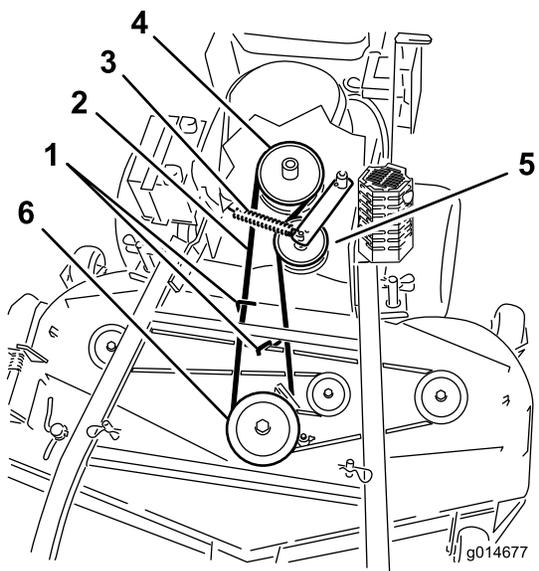
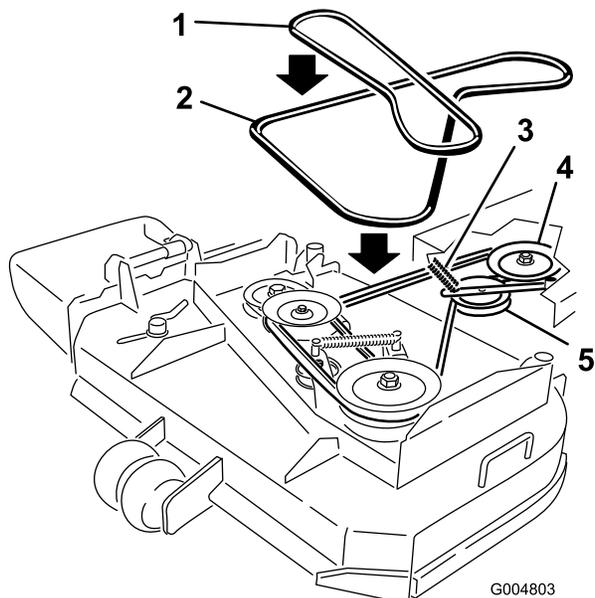

Figura 51
Figura 52
6. Retire la correa de la polea central de la carcasa de corte (Figura 51). Consulte Figura 52 para quitar la correa de la polea izquierda en una carcasa de corte de 36 pulgadas. Extremar las precauciones al retirar la correa ya que la tensión aumentará debido a que la polea tensora está tensada con muelle.
7. Retire la correa de la polea del motor y la polea tensora tensada con muelle (Figura 51). Consulte Figura 52 para retirar la correa de las poleas de una carcasa de corte de 36 pulgadas.
8. Instale la nueva correa en la polea del motor y la polea tensora tensada con muelle (Figura 51).
9. Coloque la correa en la polea central de la carcasa de corte (Figura 51). Extremar las precauciones al instalar la correa ya que la tensión aumentará debido a que la polea tensora está tensada con muelle. Consulte Figura 52 para colocar la correa en la polea izquierda en una carcasa de corte de 36 pulgadas.
11. Ajuste la guía de la correa a 1/8 pulgada (3 mm) de la correa en plataformas de corte 48 pulgadas (Figura 51).